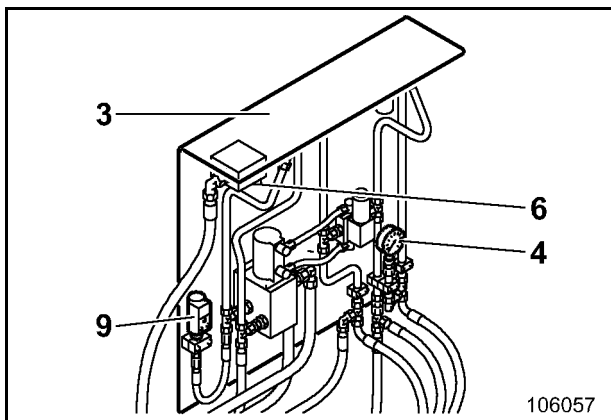

图 3-117:
每周进行检查，查看压力计 (4, 图 3-117:) 显示的油压是否为 60 bars / 870 psi (压力取决于温度和油的粘度，并且可能发生改变)。
- 松开螺母 (6, 图 3-117:)
- 重新插入滤网并使用落网紧固 (6)。